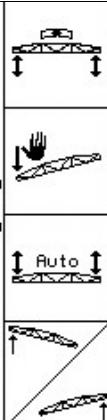

Рис. 28
2. Нажмайтe клавишу или так долго, пока штанги опрыскивателя не станут параллельно к целевой поверхности. На дисплее символ регулировки наклона показывает выбранный наклон штанг опрыскивателя. Здесь поднята левая сторона штанг опрыскивателя (Рис. 28).